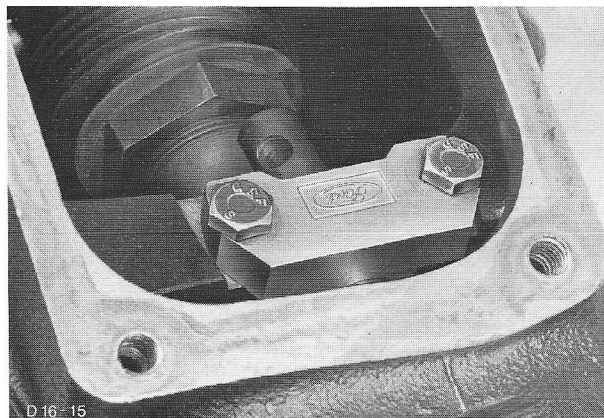

Fig.114 Lagersteun voor schakelas.
59. Monteer de lagersteun voor de schakelas (fig.114).